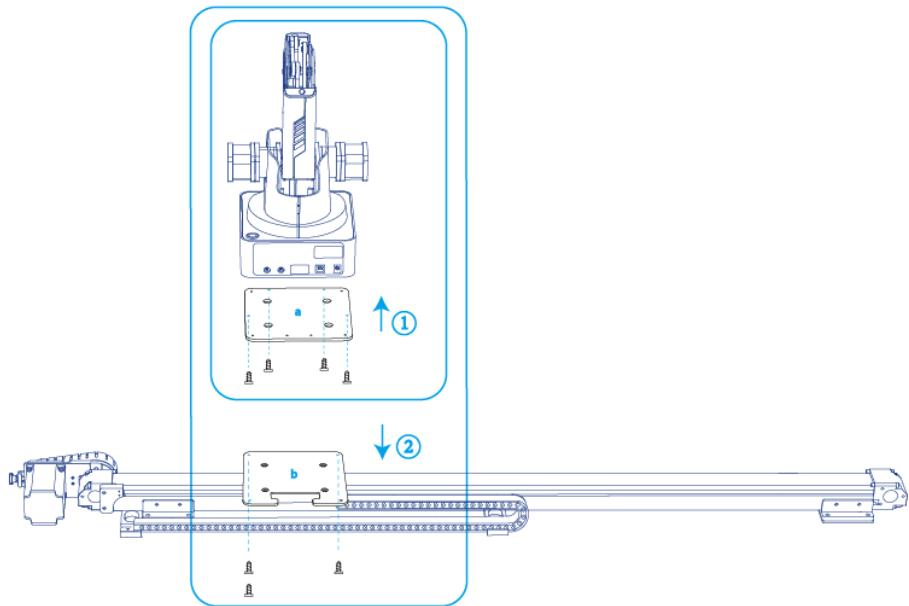

图 5.184 螺丝固定位置
**步骤 2** 采用三颗M3\*8杯头内六角螺丝将固定板a(带机械臂)固定在固定板b上，且机械臂底座背面朝向固定板b缺口方向，如图 5.184所示。